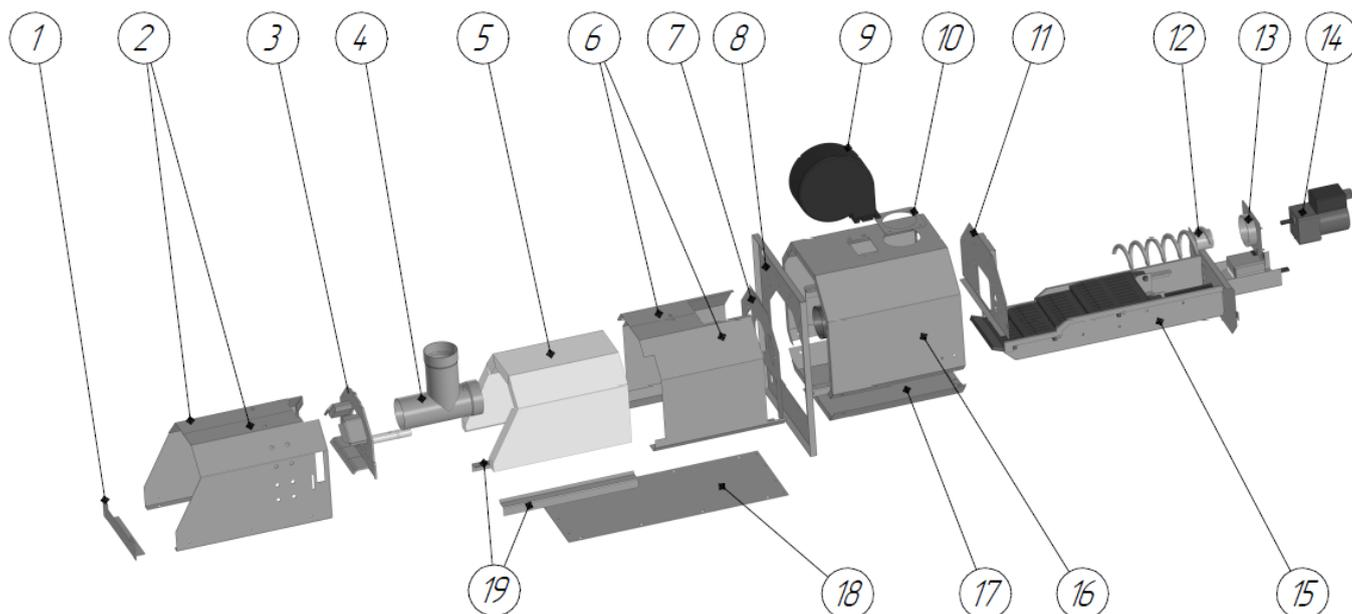

Рис.2 Устройство горелки
3.1. Устройство горелки представлено на рис.2. Наименования комплектующих приведены в таблице 1. Примечание: В зависимости от модели размеры и форма элементов горелки, а также количество колосниковых решеток, вентиляторов и электроприводов могут отличаться.